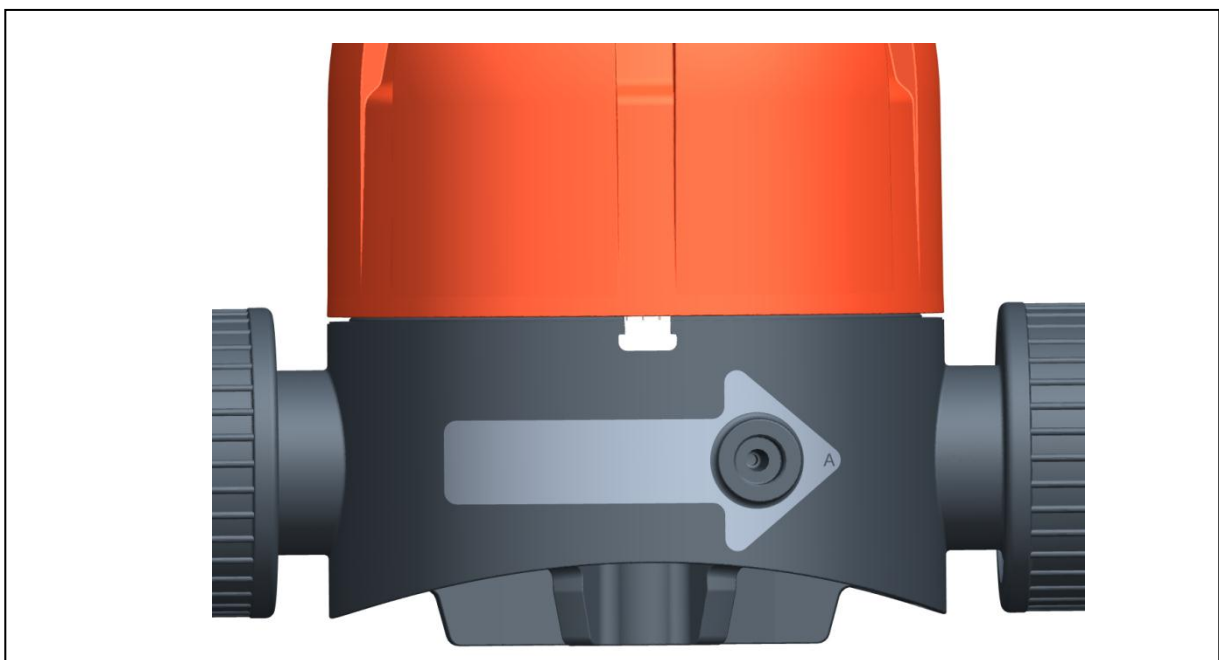

Abb. 1
- ▶ Durchflussrichtung beachten, siehe Richtungsfeil auf Unterteil (Abb. 1)